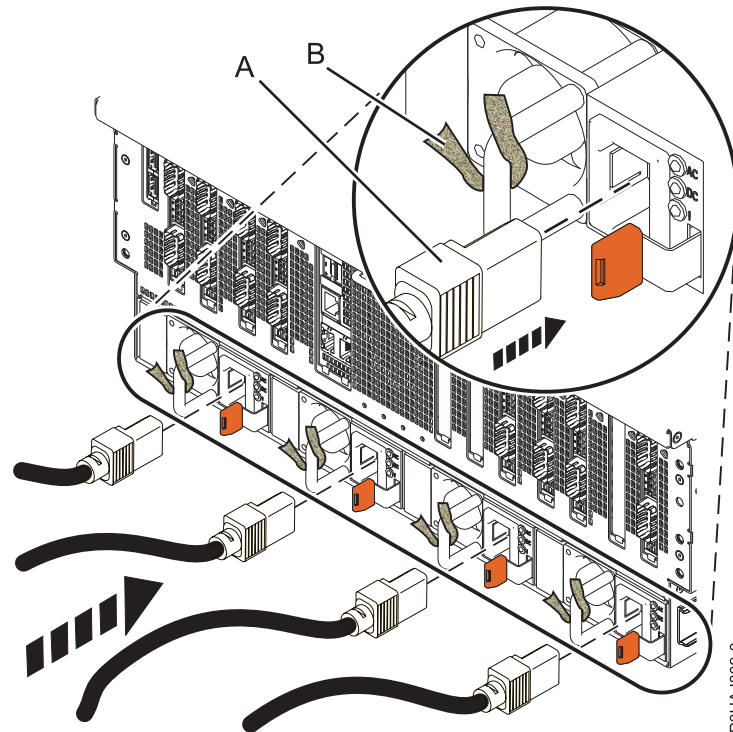

Abbildung 22. Netzkabel anschließen und Kabel mit Klettverschlüssen sichern
- a. Schließen Sie die Netzkabel an die Netzteile an (A). Siehe Abb. 22 auf Seite 31.
- c. Sichern Sie alle Kabel mit Kabelbindern oder Klettverschlüssen (**B**), wie in Abb. 22 gezeigt.